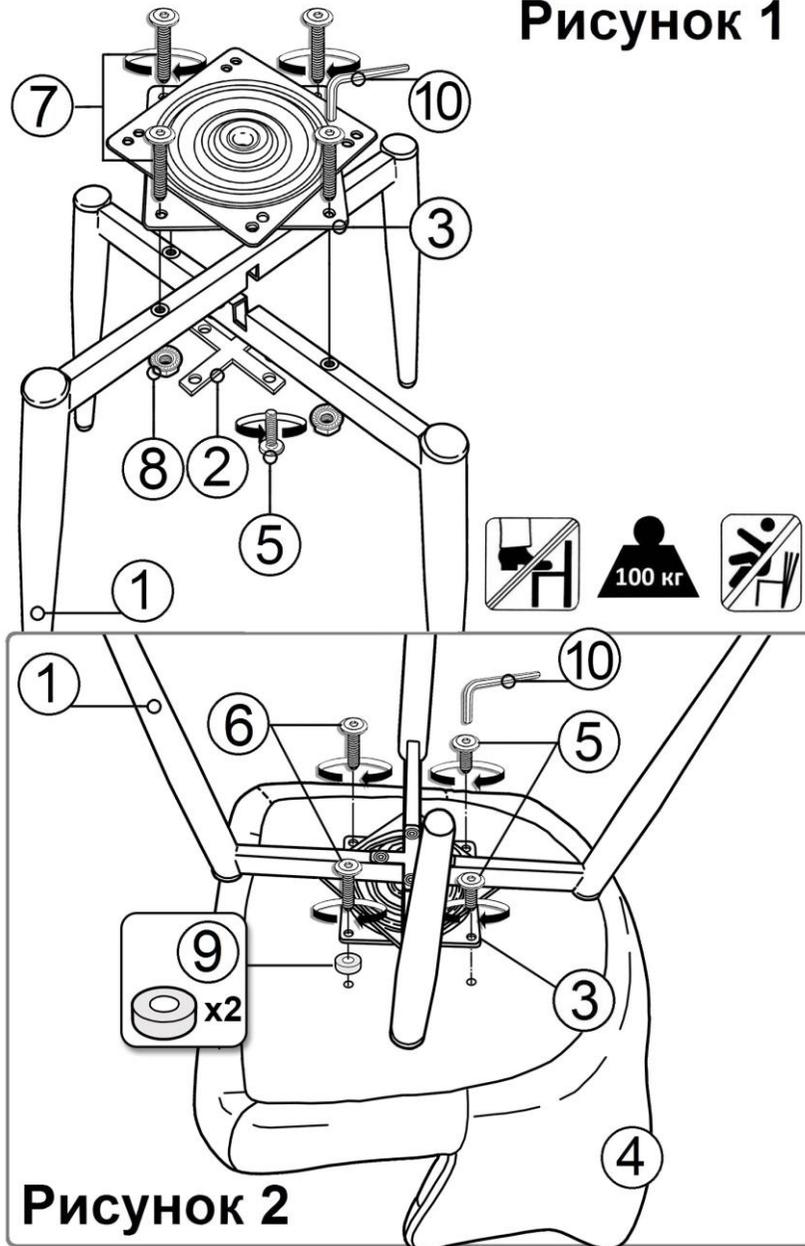

Рисунок 1
2. Снять Поворотную площадку (3) с Сиденья (4), если она ранее была закреплена для транспортировки.
3. Собрать Каркас (1) с установкой Соединительного креста (2) используя 4-е винта (5) с помощью Ключа (10) как показано на рисунке 1. Винты сильно НЕ затягивать!
4. Установить ПП (3) на Каркас (1) и закрепить, используя 4-е винта (7) и гайки с фланцем (8) с помощью Ключа (10), как показано на рис. 1.
6. Перевернуть Сиденье (4) и расположить на плоскости стола.
7. Установить собранный Каркас (1) с ПП (3) на нижнюю часть Сиденья (4) **ИСПОЛЬЗУЯ** Шайбы пластмассовые (9)